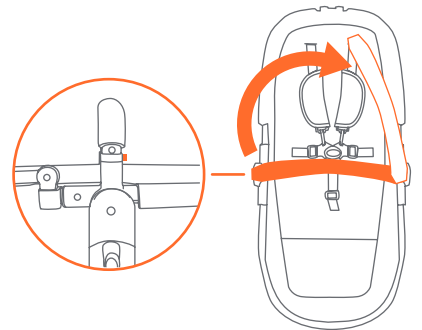

Fig. 8b
- Para sacar la barra frontal, presione el botón de liberación que está en la parte inferior de la barra y sáquela del ancla. Mueva la barra hacia arriba para tener acceso a la sillita (Fig. 8b).